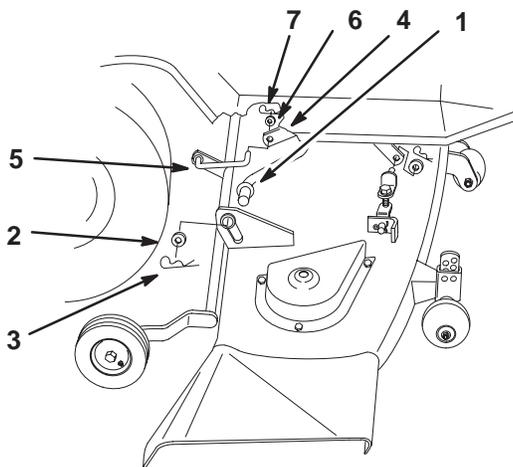

Figure 5
3. Glissez le plateau de coupe sous le châssis par le côté droit (Fig. 5) et alignez les douilles de montage arrière avec les extrémités des bras de relevage.
5. Installez les douilles de guidage arrière sur les bras de relevage en commençant par la gauche, puis glissez le plateau de coupe vers la gauche pour le mettre en position. Fixez-les en place avec des rondelles (3/4") et de grandes goupilles fendues (Fig. 5).
6. Fixez la biellette arrière au mécanisme de commande d'accessoire avec une (1/2") et une petite goupille fendue (Fig. 5).